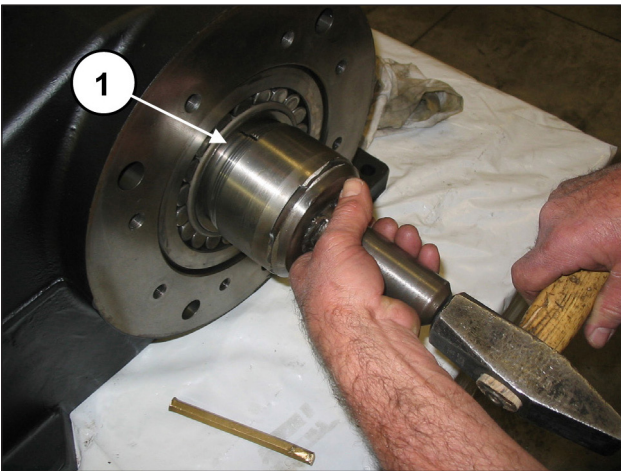
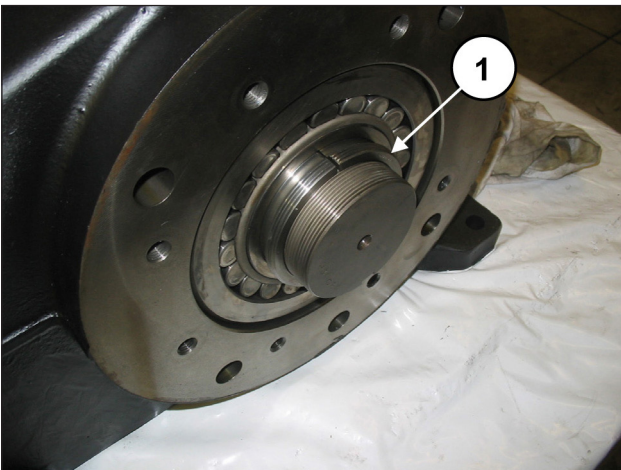

Abb. 50
Abb. 51
Schieben Sie die Druckbuchse vollständig von der zur Zapfwelle entgegengesetzten Seite auf die Welle (Pos. ①, Abb. 50 und Abb. 51).